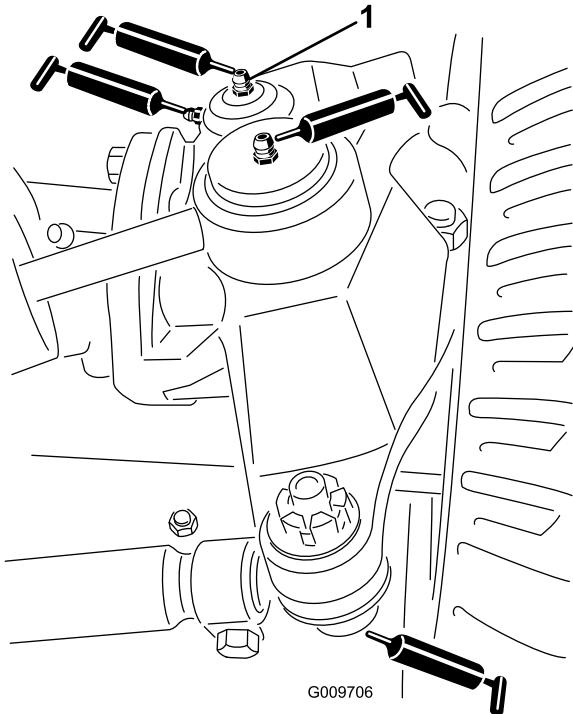

Bild 23
- Lenkzylinder-Kugelgelenke (2) (Bild 23)